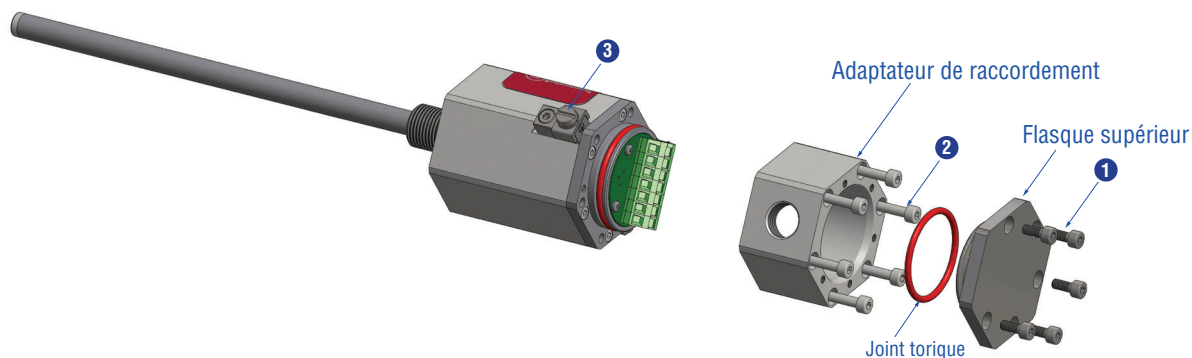

Fig. 6 : Vue éclatée du Temposonics® TH
Desserrer les cinq vis hexagonales M4 (AF 3) puis retirer le flasque supérieur (fig. 6). Desserrer ensuite les six vis hexagonales M4 (AF 3) de l'adaptateur de raccordement (fig. 6). Changer l'orientation du connecteur en choisissant l'une des six positions réparties selon un espacement angulaire de 60°. Notez l'exemple aux pages 20 et les suivantes.
- Retirer le flasque supérieur comme indiqué sur la fig. 6 page 12 pour raccorder les câbles au capteur.